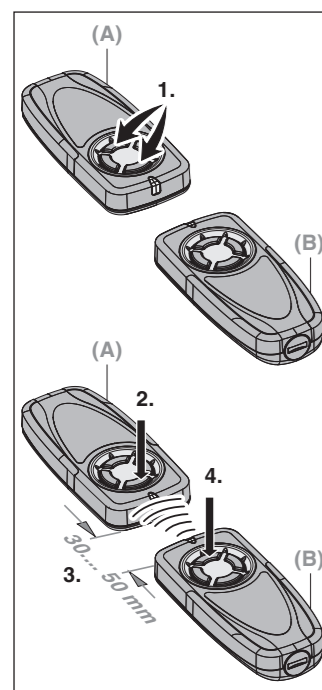

Fig. 3
- Tryk på knappen (2) på håndsenderen. Funktionen, der er forbundet med knappen (fx OP/NED), udføres.
4.3 Kopiering af en knapfunktion (fig. 3)
- Trykk tasten (2) på håndsenderen. Funksjonen forbundet med tasten (f.eks. port opp/ ned) blir utført.
4.3 Kopier av en tastfunksjon (fig. 3)
- Paina käsilähetimen painiketta (2). Painikkeeseen liitetty toiminto (esim. ovi auki/kiinni) suoritetaan.
4.3 Painiketoiminnon kopioiminen (fig. 3)